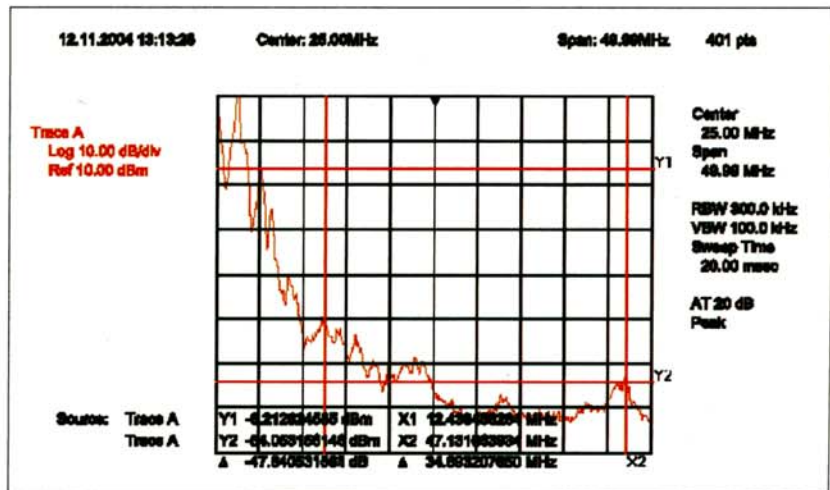

Bild 1: Spektrum auf der PE-Leitung in einem Rechenzentrum
Die ständig zunehmenden elektronischen Lasten – z.B. Frequenzrichter, PCs, Server usw. – belasten das Netzsystem, vor allem aber den Rück- (N) und Schutzleiter (PE), zusätzlich durch Ableit- und Oberschwingungsströme. Das relativ große Frequenzspektrum dieser Oberschwingungsströme liegt in Bereichen von 100 Hz bis etwa 50 MHz (Bild 1).